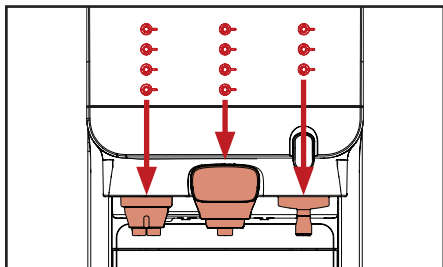

Рис. 4.4 — Дозаторы и соответствующие им кнопки
1. Поместите чашку прямо под выход выбранного вами напитка (рис. 4.4).